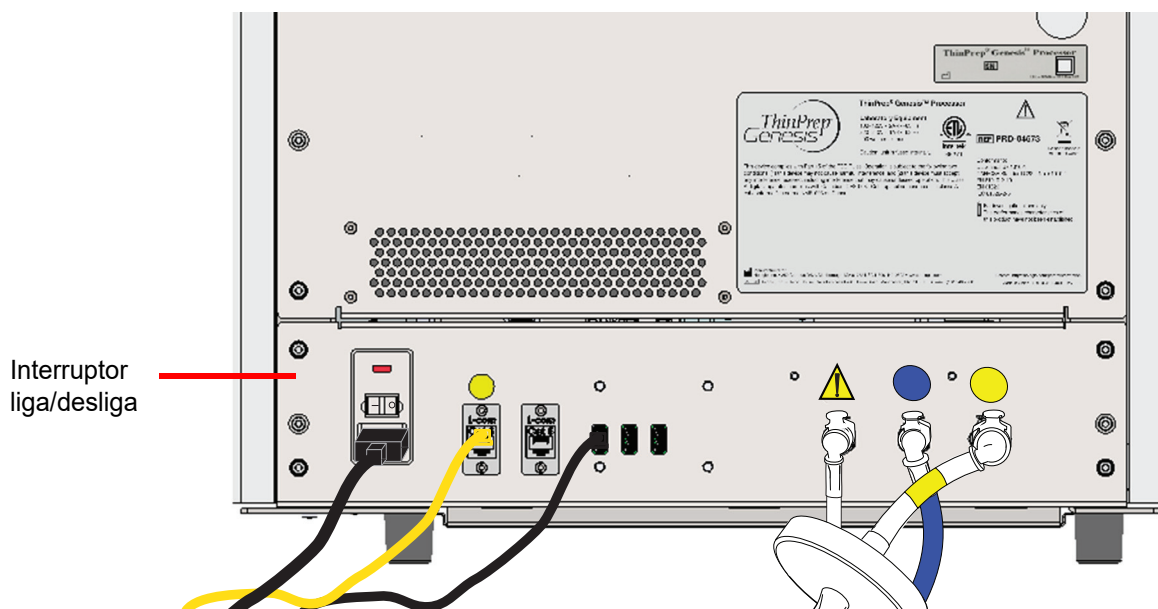

Figura 2-1 Interruptor de alimentação
1. Para ligar o processador ThinPrep Genesis, pressione o interruptor basculante localizado próximo ao cabo de alimentação na parte traseira do processador para a posição ligado. Consulte a Figura 2-1.